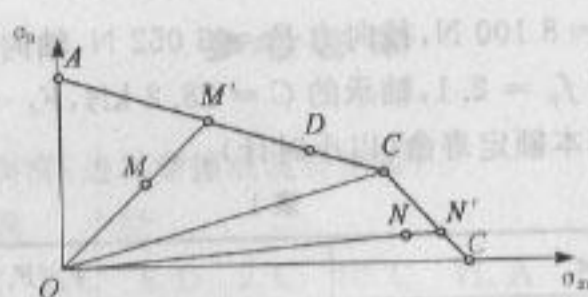

图 1
- 在对零件进行疲劳强度计算时,首先要确定极限应力,试分析如图1所示的极限应力图适用于什么应力变化规律的零件,并列举一种属于这种应力变化规律的零件。